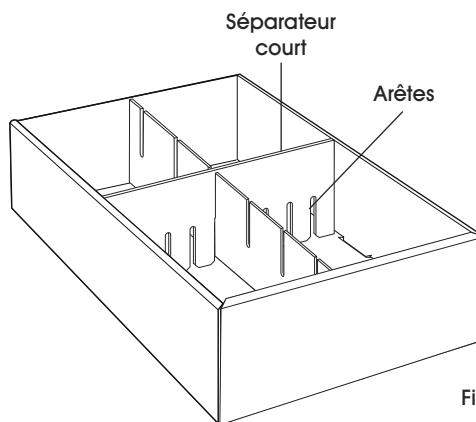

Figure 19
2. Insérez dans la boîte et à la position désirée le séparateur court, arêtes orientées vers le bas et alignées sur les arêtes du séparateur long. (Voir Figure 19)